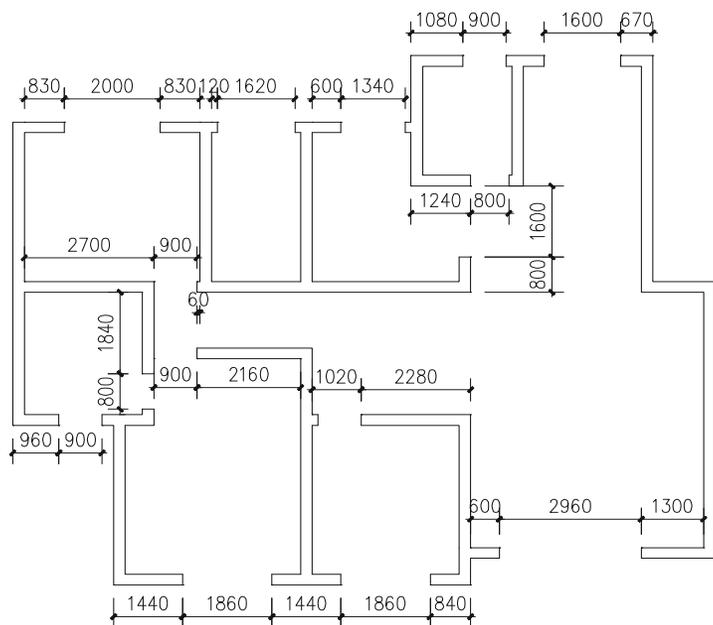
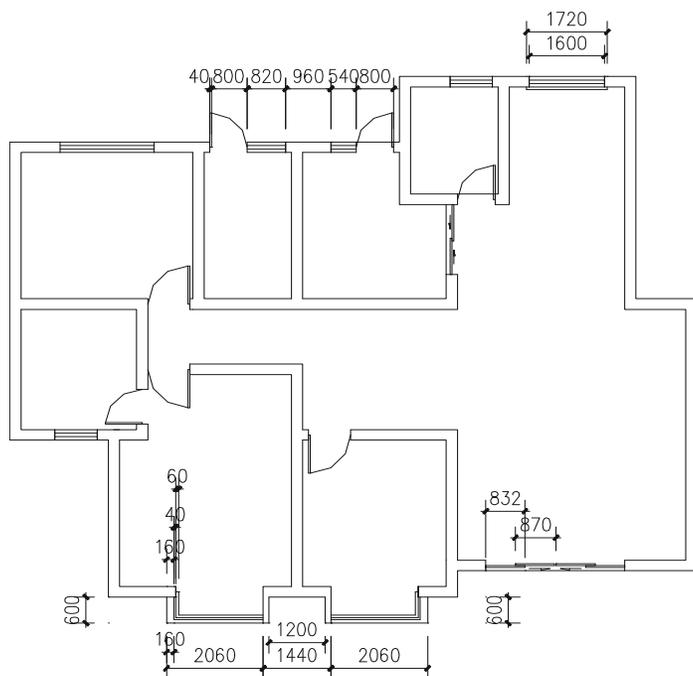

图 11-1-10
图 11-1-11
- STEP 11** 根据尺寸，使用偏移命令 `OFFSET` 偏移墙线的方法确定门窗的位置和宽度，再使用修剪命令 `TRIM` 修剪出外墙和内墙的门窗位，如图 11-1-10 所示。
- STEP 13** 参照前面室内装饰中门的绘制和插入方法，再参照别墅实例中窗户的绘制和插入方法，绘制门窗并将其插入到如图 11-1-10 所示的墙体中，如图 11-1-11 所示。